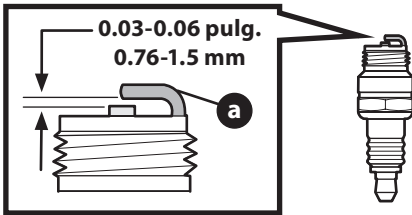

Figura 10
6. Mida la separación de bujía con un calibrador. Corrija de ser necesario torciendo el electrodo lateral (a) (Figura 10). La separación debe establecerse entre 0.030 - 0.06 pulgadas (0.76 - 1.5 mm).